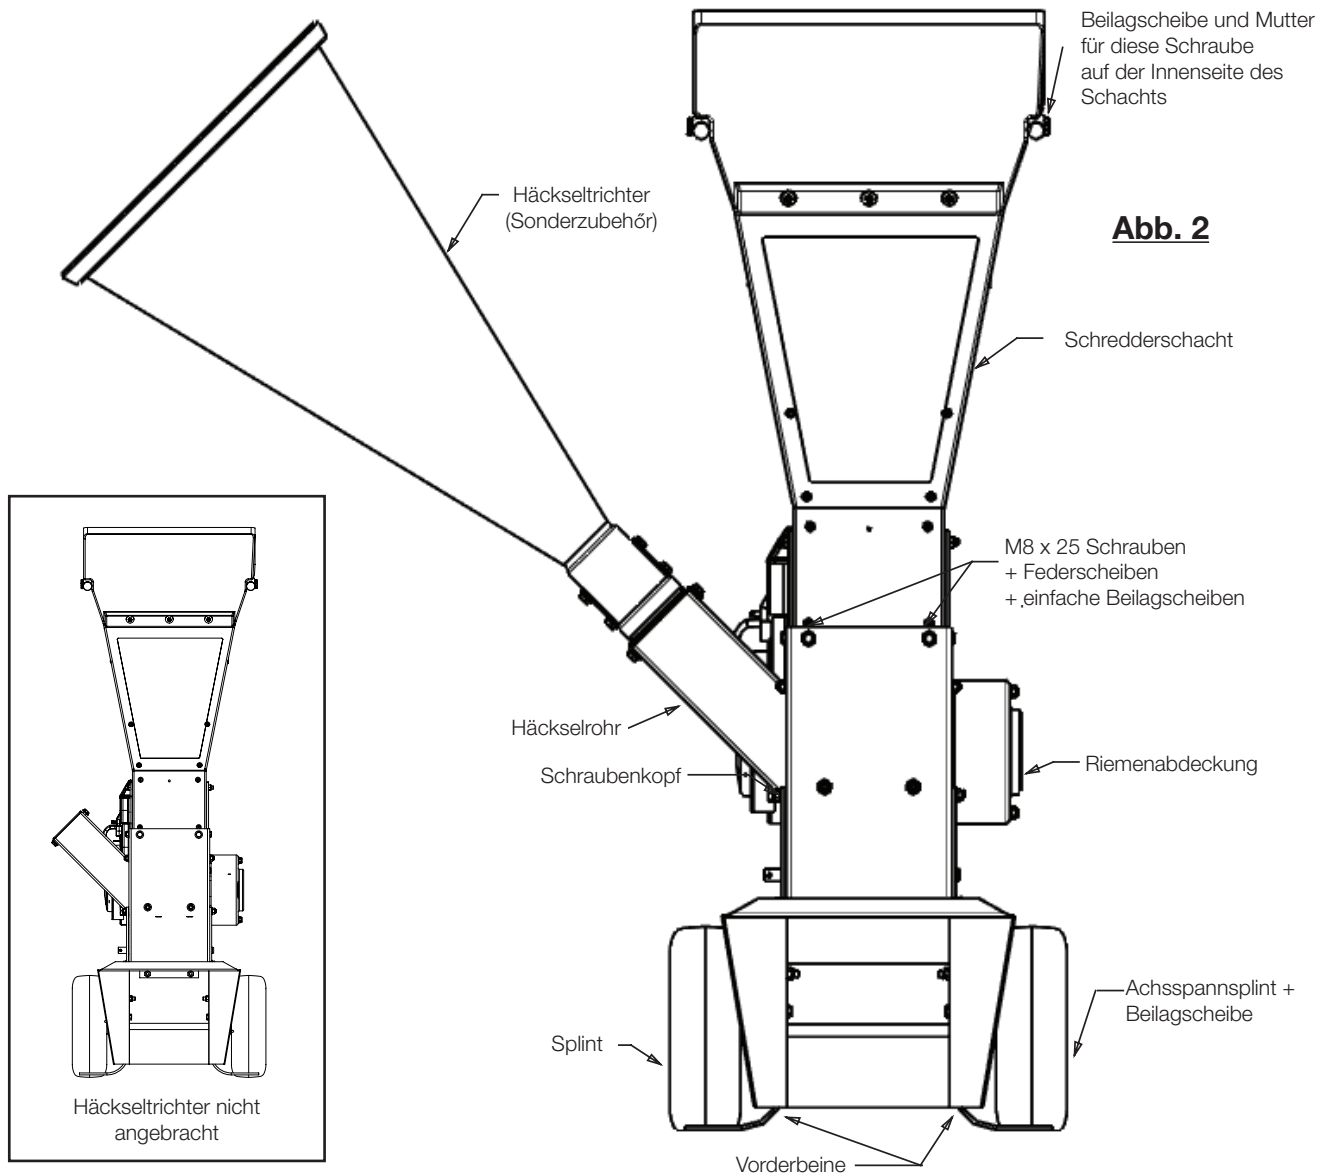

Abb. 2
8. Mit den zwei 8 mm x 20 mm Schrauben und zwei Schachthalterungen Schredderschacht am Gehäuse anbringen. Bei den vorderen Schrauben einfache Beilagscheiben und Federscheiben benutzen und außen, an den Seiten des Schachts, zwei Nyloc-Muttern. Siehe Abb. 2.
9. Den Häckseltrichter am Häckselrohr anbringen und die Klemme festziehen (siehe Abb. 2).